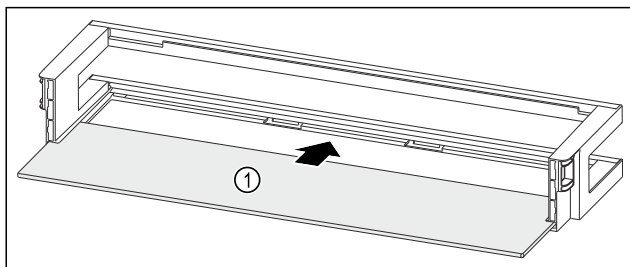

Fig. 134 Półka w drzwiach z półką
► Wsunąć półkę Fig. 134 (1) w boczne wycięcia.